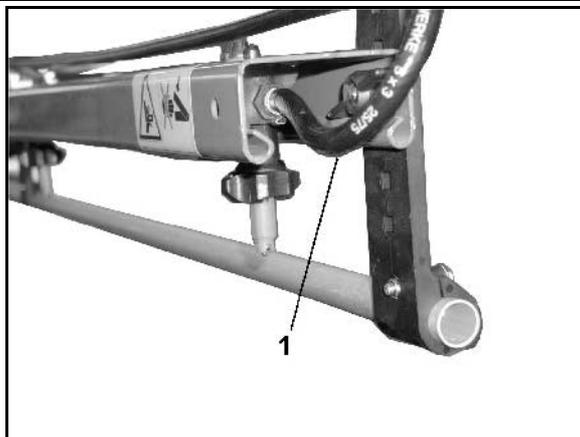

Рис. 106
- при включенной принудительной циркуляционной системе дает возможность для постоянной циркуляции жидкости в трубопроводе опрыскивателя. Для этого для каждой линии имеется промывочный шланг (Рис. 106/1).
- Для этого для каждой линии имеется промывочный шланг (Рис. 106/1).